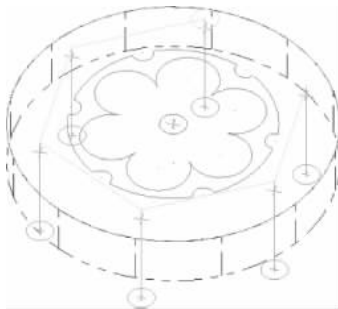

图 5-147 铰孔刀具路径
(12) 单击“确定”按钮,产生的铰孔刀具路径如图 5-147 所示。